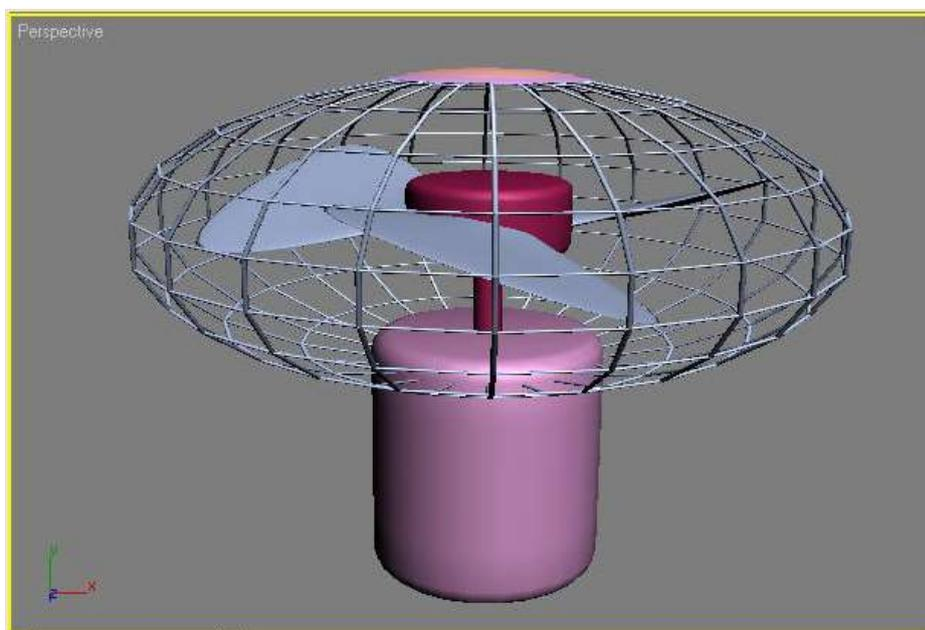

Рис. 28 – Сцена после добавления корпуса мотора
5. Выполните операцию **Move (Перемещение)** вдоль оси Z таким образом, чтобы корпус мотора «проходил» сквозь защитную сетку. В результате сцена будет выглядеть, как изображено на рис. 28.